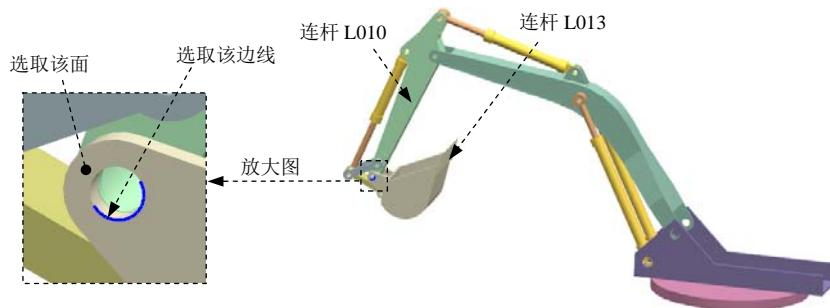

图 10.8.34 定义旋转副 (十)
(1) 选择连杆。选取图 10.8.34 所示的连杆 L013。
(2) 定义原点及矢量。在“运动副”对话框的  **指定原点** 下拉列表中选取“圆弧中心”  选项，在模型中选取图 10.8.34 所示的圆弧为定位原点参照；选取图 10.8.34 所示的面作为矢量参考面。
(3) 添加啮合连杆。在“运动副”对话框的基本区域中选中  **啮合连杆** 复选框，单击 **选择连杆 (0)**，选取图 10.8.34 所示的连杆 L010。
(4) 定义啮合连杆原点及矢量。在“运动副”对话框**基本**区域的指定原点下拉列表中选取“圆弧中心”选项，在模型中选取图 10.8.34 所示的圆弧为定位原点参照；选取图 10.8.34 所示的面作为矢量参考面。
(5) 单击**应用**按钮，完成第十八个运动副的添加。